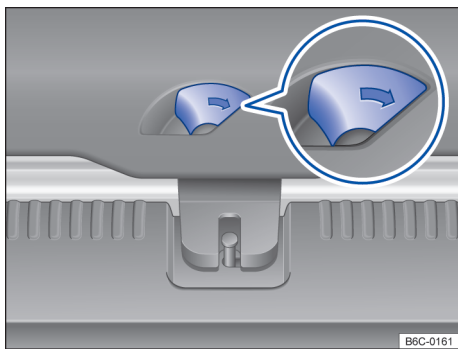

Fig. 64 No compartimento de bagagem: destravar a tampa traseira.
- Deslocar a alavanca de destravamento no sentido da seta → Fig. 64, para destravar a tampa traseira.